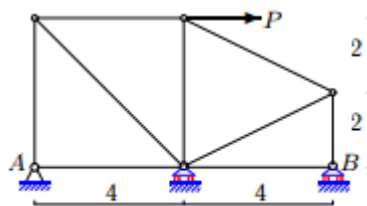

Рис. 1
2. Плоская один раз статически неопределимая ферма опирается на два подвижных и один неподвижный шарнир (рис. 1). Узел D нагружен горизонтальной силой $P = 12 \text{ кН}$. Размеры даны в метрах. Найти усилия в стержнях ферм. Для поиска неизвестных величин написать программный модуль. Проанализировать полученные результаты